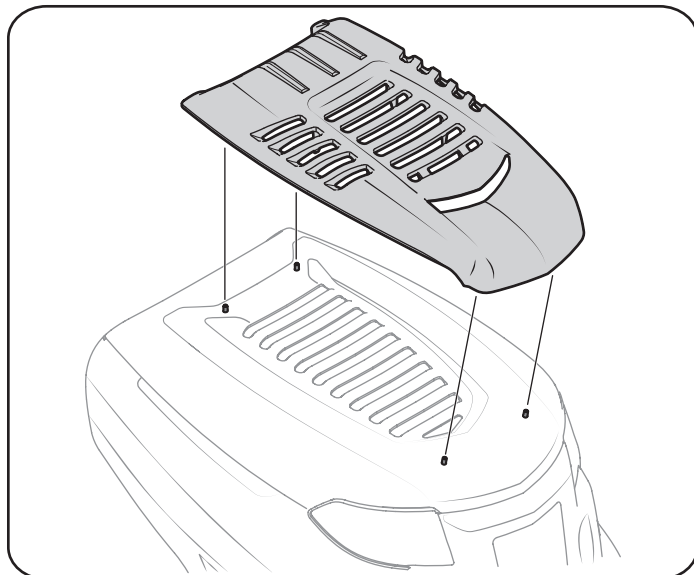

Figura 11
- Calce la toma de aire en su lugar usando el capó como guía. Consulte la Figura 11.